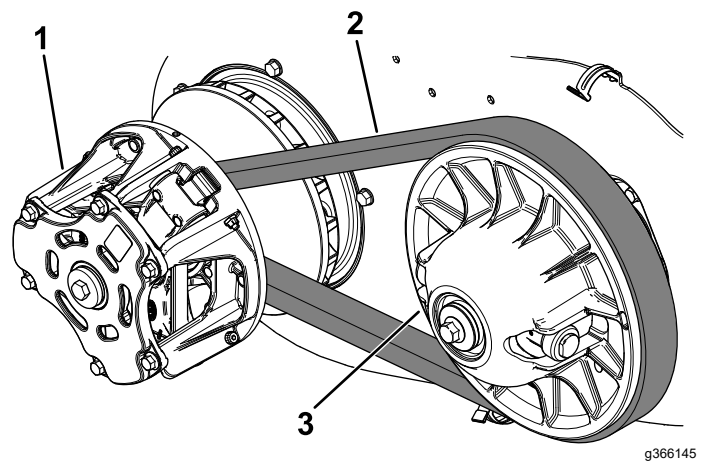

Figura 92
6. Haga girar la correa e inspecciónela (Figura 92) para asegurarse de que no está excesivamente desgastada o dañada.
7. Con aire comprimido, limpie los embragues a fondo para eliminar todos los residuos (Figura 92).
6. Tire hacia arriba de la parte superior de la correa para extraer el embrague secundario y, a continuación, gire y dirija la correa sobre el embrague secundario (Figura 92).
7. Retire la correa del embrague primario (Figura 92).
8. Coloque la correa nueva sobre el embrague primario (Figura 92).
9. Haga girar la correa y llévela sobre el embrague secundario (Figura 92).